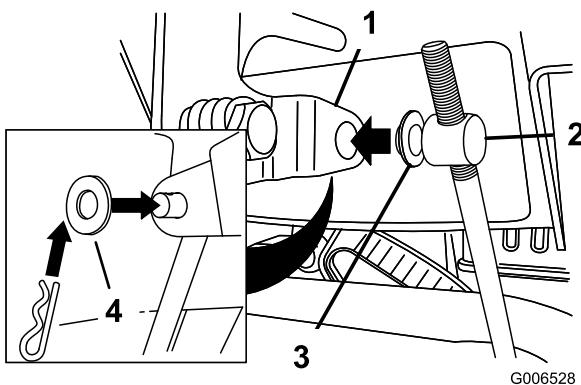

Figure 11
3. Retirez la goupille fendue et la rondelle extérieure du tourillon à l'extrémité supérieure de la tige de commande de vitesse (Figure 11).
Remarque: Pour faciliter l'installation, laissez la rondelle plate sur le tourillon (Figure 11).
6. Soulevez la tige de commande de vitesses et insérez le tourillon dans le trou du levier sélecteur de vitesses (Figure 11).
- Désaccouplez le tourillon du sélecteur de vitesses (Figure 11).
- Tournez le tourillon vers le bas (sens horaire) sur la tige de commande de vitesse (Figure 11).
- Accouplez le tourillon au sélecteur de vitesses (Figure 11).
- Tournez le tourillon vers le haut (sens anti-horaire) sur la tige de commande de vitesse (Figure 11).